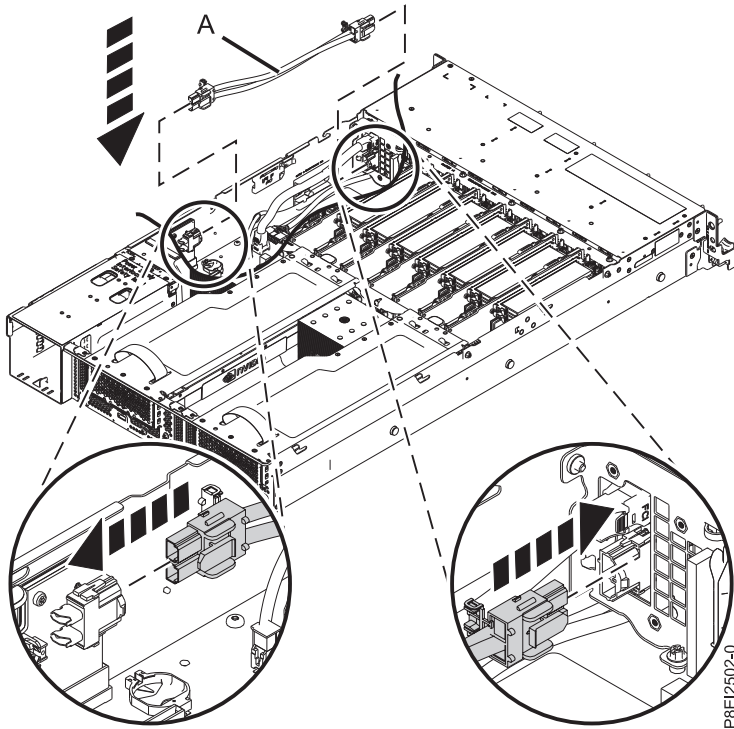

Figure 16. Installation du cordon d'alimentation de ventilateur
2. Faites passer l'extrémité du connecteur (A) du cordon d'alimentation de ventilateur par l'orifice et raccordez-la au connecteur de bus d'alimentation, comme illustré dans la figure 16, à la page 25. Assurez-vous que la patte de retenue du cordon s'enclenche sur les connecteurs.
3. Raccordez l'autre extrémité du cordon d'alimentation de ventilateur à la carte de ventilateur et d'unité de disque, comme illustré dans la figure 16, à la page 25.